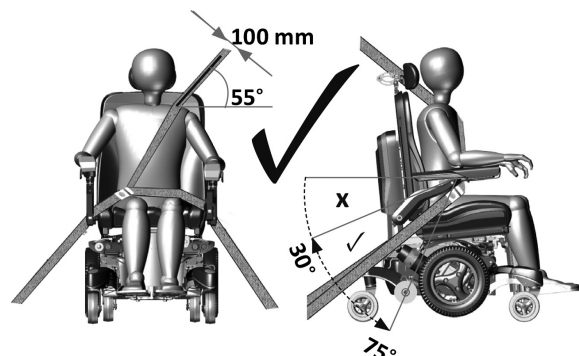
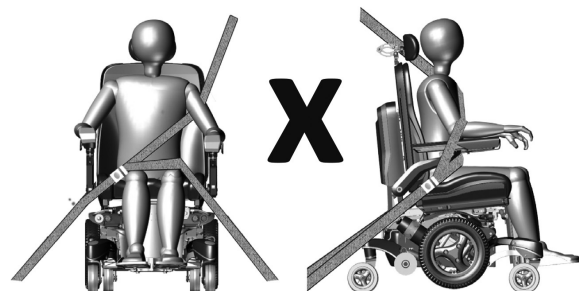

Figura 5.5 – Posicionamento correto do sistema de retenção de três pontos
Figura 5.6 – Posicionamento incorreto do sistema de retenção de três pontos para o ocupante
- Um cinto pélvico deve ser posicionado à frente da pelvis, em baixo, de modo a que o ângulo de retenção do cinto pélvico seja entre 30° a 75° relativo à horizontal (Figura 5.5).
- É desejável um ângulo mais acentuado (maior) na zona preferencial (Figura 5.5).
- O cinto de segurança da parte superior do tronco deve ser colocado sobre o ombro e à volta do peito, como ilustrado (Figura 5.5). Não instale o cinto de segurança como ilustrado na Figura 5.6